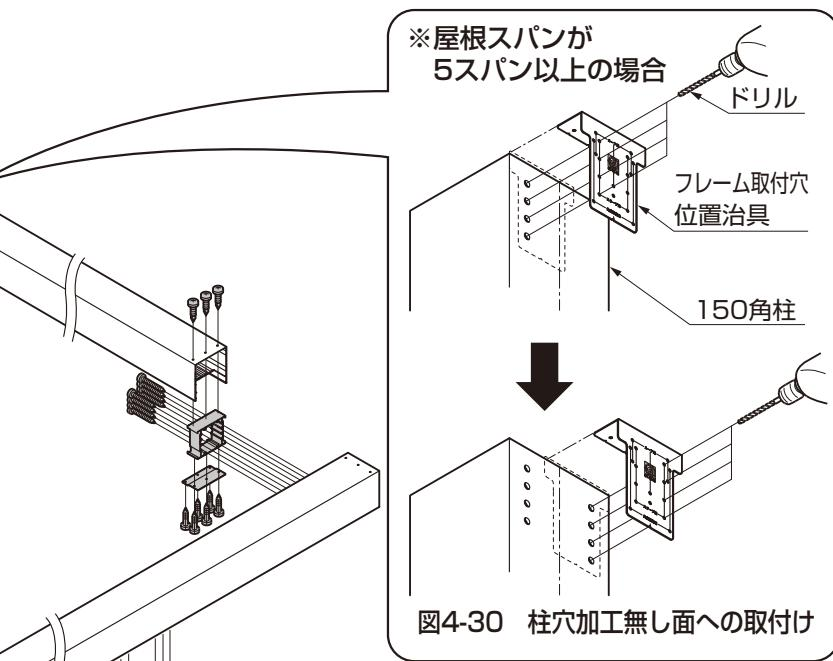

図4-30 柱穴加工無し面への取付け
- ① フレーム取付穴位置治具を柱にあて、ケガキ、ドリルでφ4.5の穴をあけてください。(図4-30参照)
- ② スリーブをフレームに、【13-1】で取付けてください。